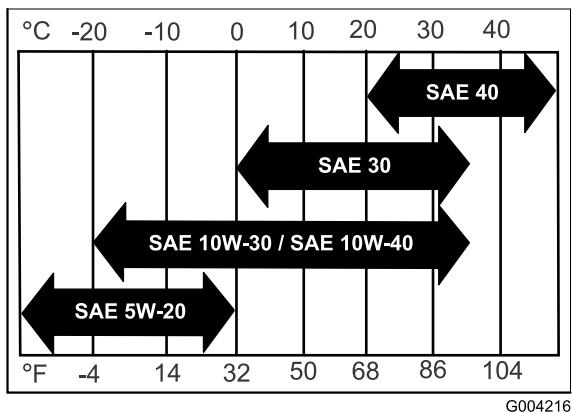

Figure 31
- Remplissez le carter moteur de l'huile spécifiée; voir Figure 31.